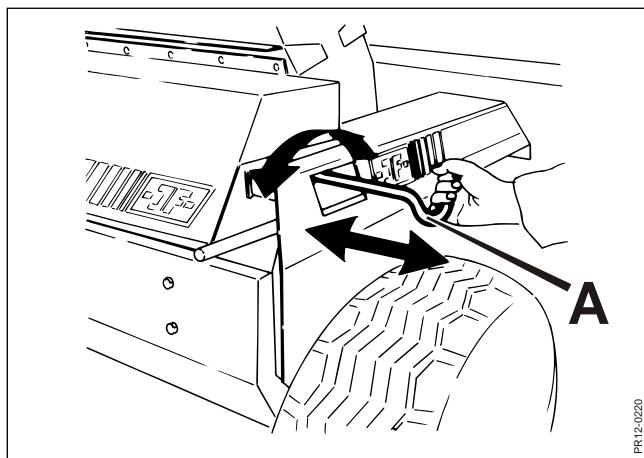

Fig. 4-19
**Fig. 4-19** 7. Grib fat i håndtaget **A** og giv forsigtig tilspænding ved at dreje på håndtaget til stenen netop rører knivene. Træk nu stenen i en langsom glidende bevægelse hen over hele rotoren og tilbage igen. Giv lidt mere tilspænding og gentag bevægelsen hen over hele rotorens bredde, således at knivene i hele rotorens bredde slibes.